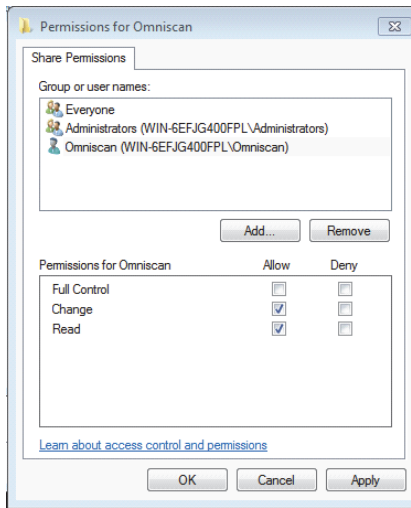

Рис. 7-33 Окно Разрешения для Omniscan (Windows 7)
14. В диалоговом окне **Permissions for Omniscan** выберите **Change** (Изменить) и **Read** (Чтение) в колонке **Allow** (Разрешить) для пользователя Omniscan и нажмите **ОК** (см. Рис. 7-33 на стр. 245).